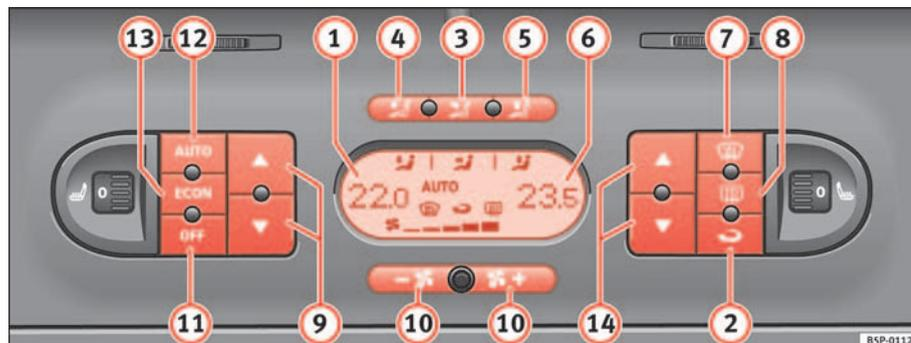

Fig. 125 Sulla plancia portastrumenti: i comandi del Climatronic 2C
- Premere i tasti di regolazione della temperatura ⇒ pag. 158, fig. 125 ⑨ o ⑭ per regolare rispettivamente la temperature della zona sinistra o della zona destra dell'abitacolo.
- Premere il tasto  ⇒ pag. 158, fig. 125. Compare “AUTO” sul display.